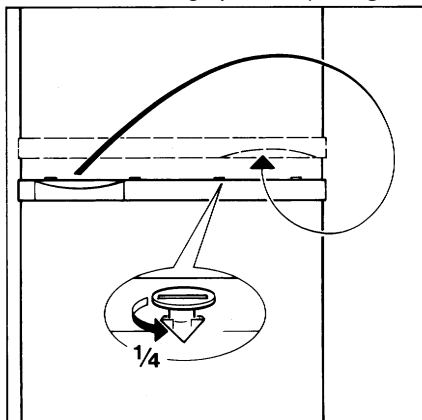

Fig. 7
- ☐ Verwijder de handgrepen van de deuren. Dat doet u door met een schroevendraaier de stiften $\frac{1}{4}$ naar links te draaien en ze vervolgens te verwijderen (**Fig. 7**).
- ☐ Draai de handgrepen om (zie **Fig. 7 en 8**) en monteer ze aan de andere kant.